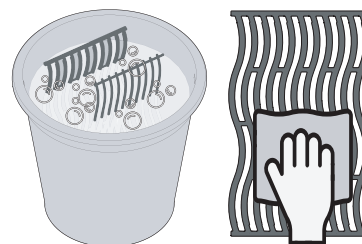

Fig. 3
- Lavare le griglie a mano con acqua e sapone per piatti delicato per rimuovere eventuali residui del processo di produzione. NON lavare in lavastoviglie. (Fig. 3)